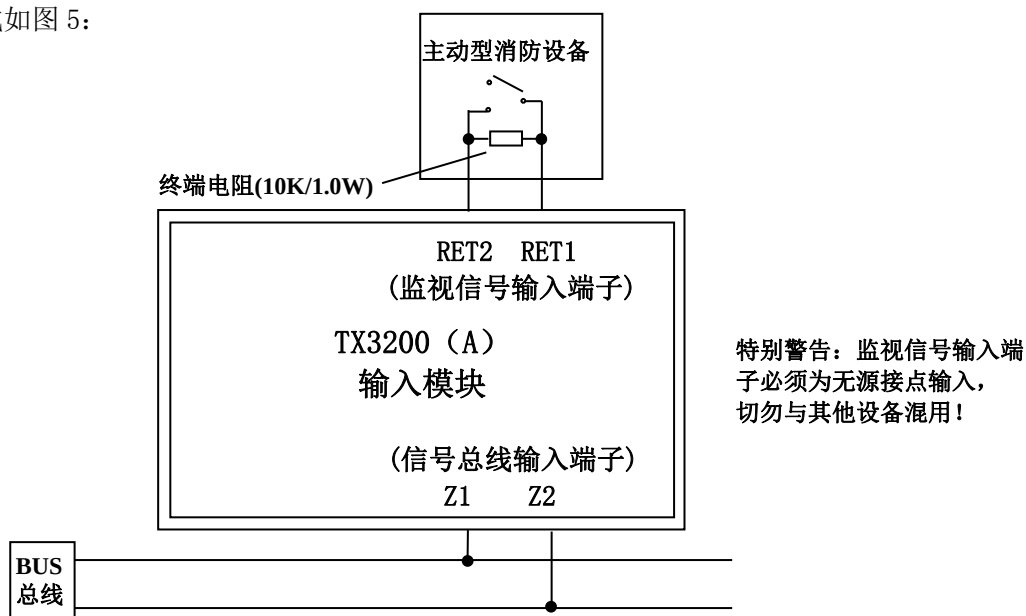

图 5: TX3200 (A) 接线方式示意图
注意：对于监视信号输入线必须在其末端配接一个终端电阻（10K/1W, 参见图 5），否则控制器将报该模块“输入故障”。
2. 在监视信号输入线的末端 (远离模块端) 必须并联一个 $10k\Omega/1W$ 的终端电阻 (具体接线方法参见图 5)。
2. 接线方式如图 5: